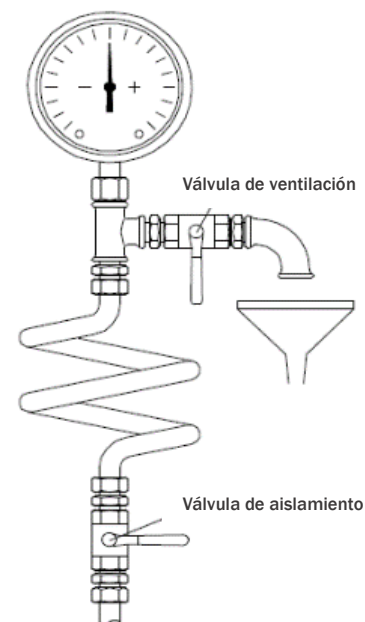

Fig.7
- Los manómetros y vacuómetros deben conectarse correctamente en los puntos de medición, aproximadamente en 2D cerca de las bridas con tubos de aproximadamente 8 mm de diámetro y de cola de cerdo para disminuir la fluctuación de la presión. Las válvulas de aislamiento y ventilación deben instalarse antes de los manómetros (Fig. 7).